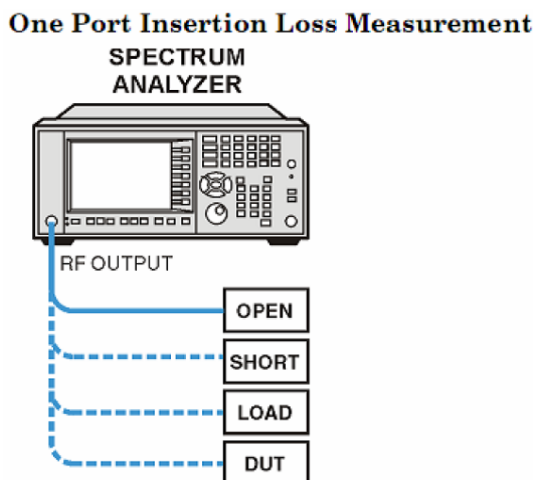

Figura 3: Conexiones para la prueba de un solo puerto (one port insertion loss).
1. El procedimiento requiere de la calibración del analizador de espectros antes de obtener la respuesta a la prueba, este procedimiento consiste en una secuencia guiada de pasos. Conecte los dispositivos de calibración al conector RF Output del analizador cuando el procedimiento guiado lo indique en pantalla (ver la figura 3). No haga la conexión del dispositivo de prueba en este momento, luego se le indicara cuando hacerlo.